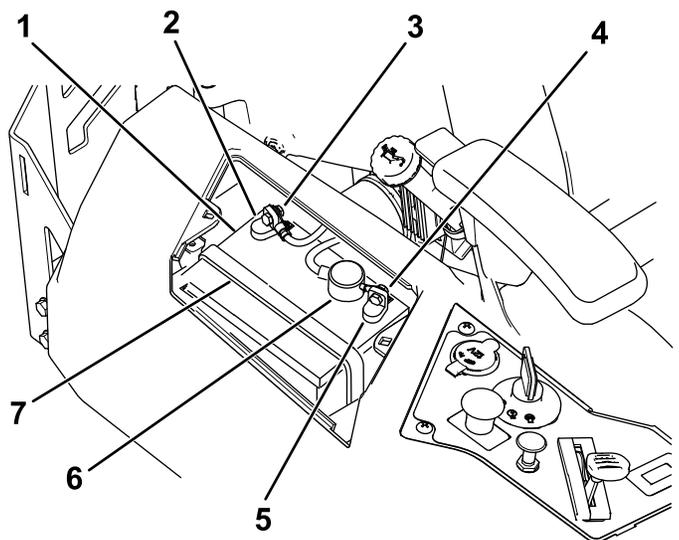

Figure 53
- Débranchez le câble négatif (noir) de mise à la masse de la borne de la batterie (Figure 53).
- Débranchez le câble positif (rouge) de la borne de la batterie (Figure 53).
- Déposez la barrette de maintien de la batterie (Figure 53) et soulevez la batterie de son support.
1. Placez la batterie sur son support (Figure 53).
5. Fixez la batterie en place à l'aide de la sangle de maintien (Figure 53).